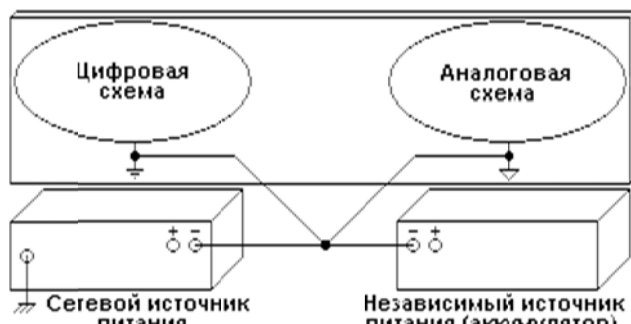

Рис.2. Разделение аналоговой и цифровой земли
- Разделение не означает электрической изоляции аналоговой от цифровой земли (рис. 2). Они должны соединяться вместе в каком-то, желательно одном, низкоимпедансном